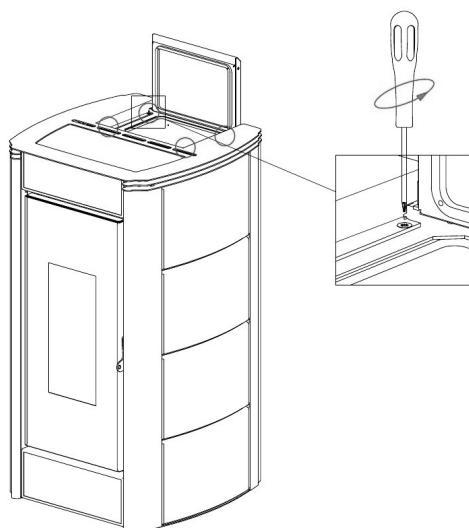

Fig. 34 - Extracción de los tornillos
- Retire la tapa: destornille los 4 tornillos superiores (ver **Fig. 34**).